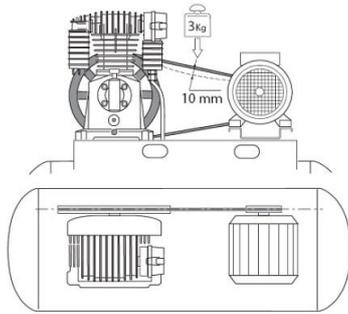

Abb. 19: Prüfen der Riemenspannung
Schritt 5: Überprüfen Sie die Riemenspannung. Der Riemen muss sich in der Mitte um ungefähr 10 mm biegen, wenn eine Belastung von 3 kg daran angebracht wird (Abbildung 19). Stellen Sie die Riemenspannung gegebenenfalls nach (durch Verschieben des Motors) und achten Sie dabei darauf, dass die Riemenscheibe und das Schwungrad ordnungsgemäß gefluchtet bleiben.